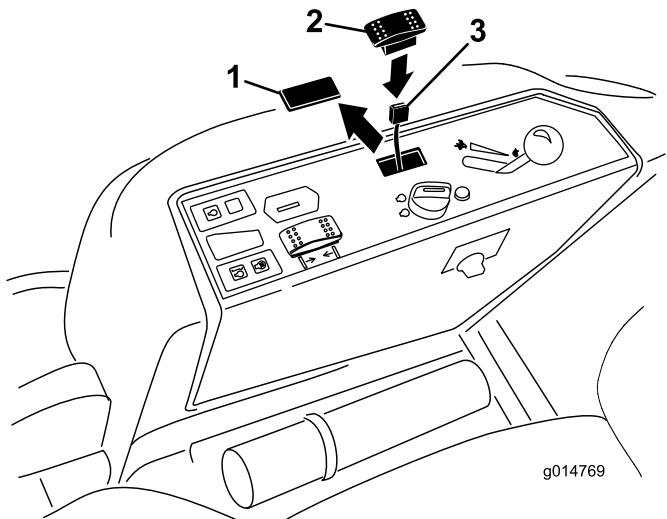

図3
1. コントロールパネルからプラスチック製のプラグを外して、スイッチ用の穴を作る図3。
2. スイッチを、穴に差し込む図3。スイッチは、前を押すとONになるように取り付ける。